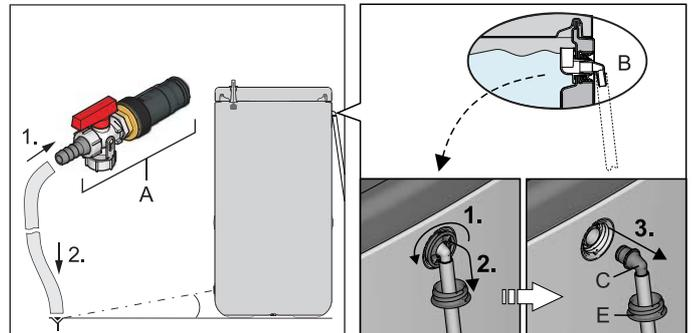
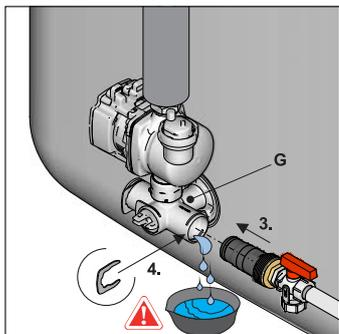

Fig. 5-1 Montage du flexible d'évacuation
Fig. 5-3 KFE Monter le raccordement de remplissage dans l'angle de raccordement
- Raccorder le tuyau d'écoulement au robinet de remplissage et de vidange (**KFE BA**) (fig. 5-1, pos. A) et le poser sur un point d'écoulement à hauteur du sol.
Si aucun **KFE raccordement de remplissage** n'est disponible, il est alors possible, alternativement, de démonter et d'utiliser le raccord (fig. 5-1, pos. C) du système de débordement de sécurité (fig. 5-1,
Tab. 5-1 Légendes de la fig. 5-1 à fig. 5-3
- **KFE Insérer le raccordement de remplissage (KFE BA) dans l'angle de raccordement et le bloquer avec une agrafe de retenue (fig. 5-3).**